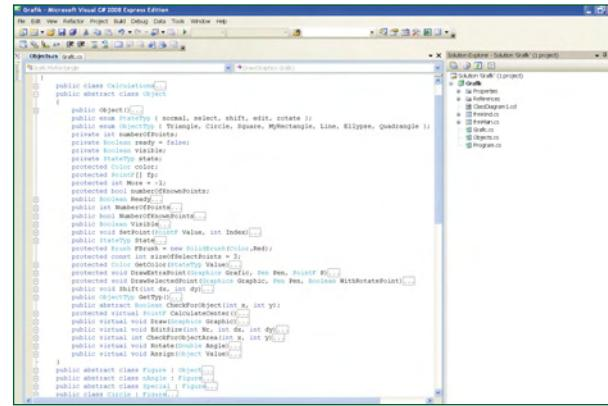

Figure 1.
- la hiérarchie du projet qui liste toutes les classes qui elles-mêmes définissent la construction de figures géométriques de haut niveau à-partir d'objets de bas niveau fournis par l'O.S. - voir le fichier *Objects.cs* (**Figure 1**)